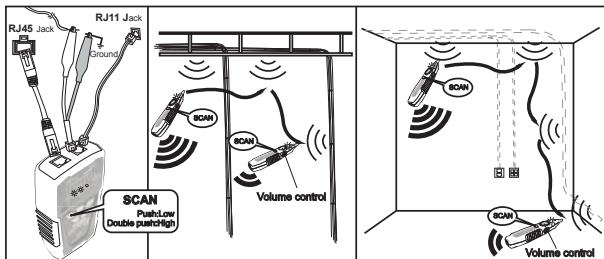

Ilustración 3 Localizar cables
Siga los siguientes pasos para localizar cables (Ilustración 3):
1. Conecte la pinza cocodrilo negra del transmisor a tierra, después conecte la pinza roja a la clavija o conexión eléctrica como se muestra en la Ilustración 3.
2. Como se indica en la ilustración 3, cuando presione el botón , el indicador "POWER/ BAT LOW" se encenderá y conectará el dispositivo. Presione el botón  para trazar el cableado. Cuando parpadee el indicador ROJO, estará en funcionamiento el trazado de cable a tono bajo. Vuelva a pulsar el botón .
3. Como muestra la ilustración 3, pulse **SCAN** en el receptor para activar la función de trazado de cable. El trazado debería indicarse a través del altavoz. Cuando utilice auriculares, no se reproducirá ningún sonido por el altavoz, solo por los auriculares.